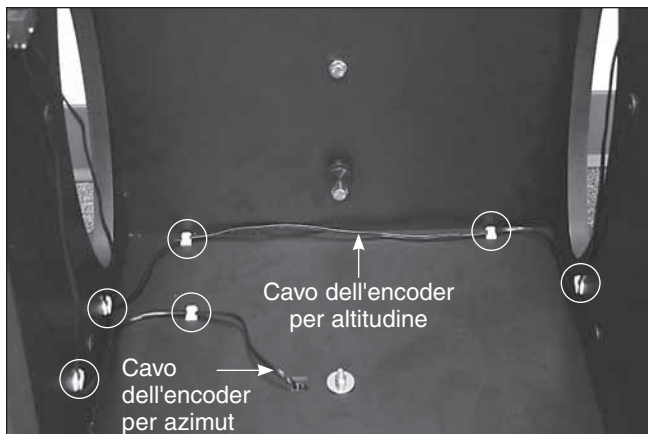

Figura 13. Usare i fermacavi per fissare i cavi sulla base in modo ordinato.
21. Usare i fermacavi forniti con il kit del dispositivo IntelliScope per fissare i cavi per l'altitudine e l'azimut sulla base in modo ordinato. Si consiglia di usare due fermacavi per il cavo dell'azimut (più corto) e quattro per il cavo dell'altitudine (più lungo) (Figura 13). I fermacavi sono autoadesivi e basta rimuovere la pellicola dietro il fermacavo e premerlo sulla base nel punto desiderato.